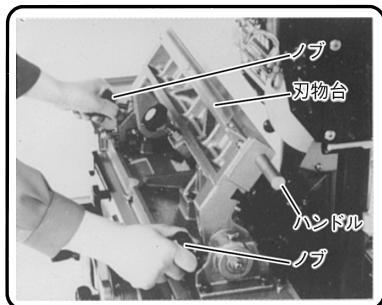

図 13
- (1) 刃物台固定用ノブ(図13参照)をゆるめ、刃物台をゆっくりトイシ側に倒します。
- (2) 付属の両口スパナ(13×17mm)でナットをゆるめ、角度調整ノブでインジケータを角度スケールのご希望の角度に合わせます。合わせた後、付属の両口スパナ(13×17mm)でナットを締付けます。